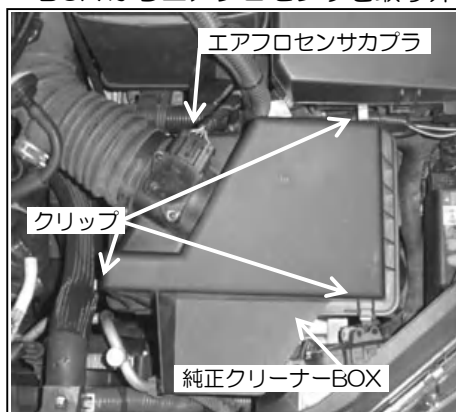
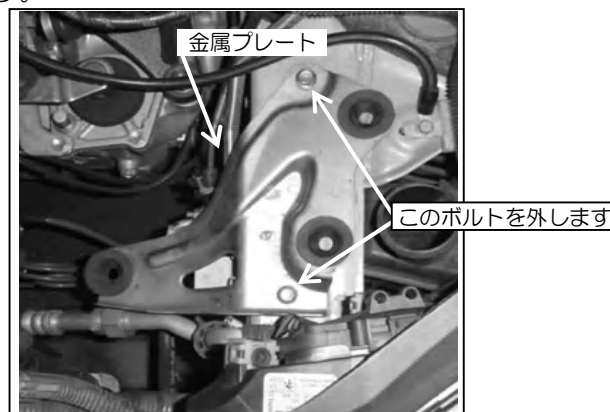

図1
図2
- ①エアフロセンサカバーを取り外します。(図1参照) ②クリップを外します。(図1参照)
- ③ホースバンドを緩め、純正クリーナーBOXを取り外します。(図1参照) ④純正クリーナーBOXの下側に付いている金属プレートを外します。取り外したボルトはステー取り付けの際に再使用します。(図2参照)
- ⑤純正クリーナーBOXからエアフロセンサを取り外します。